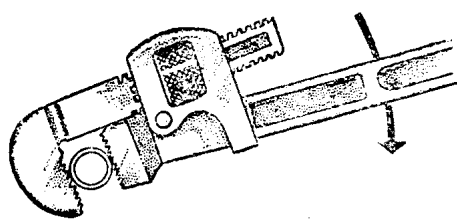

图14 管子扳手的运用
6.使用管子扳手时，应使扳手口咬紧工作物后，再用力拉动（如图14）；否则会滑脱。